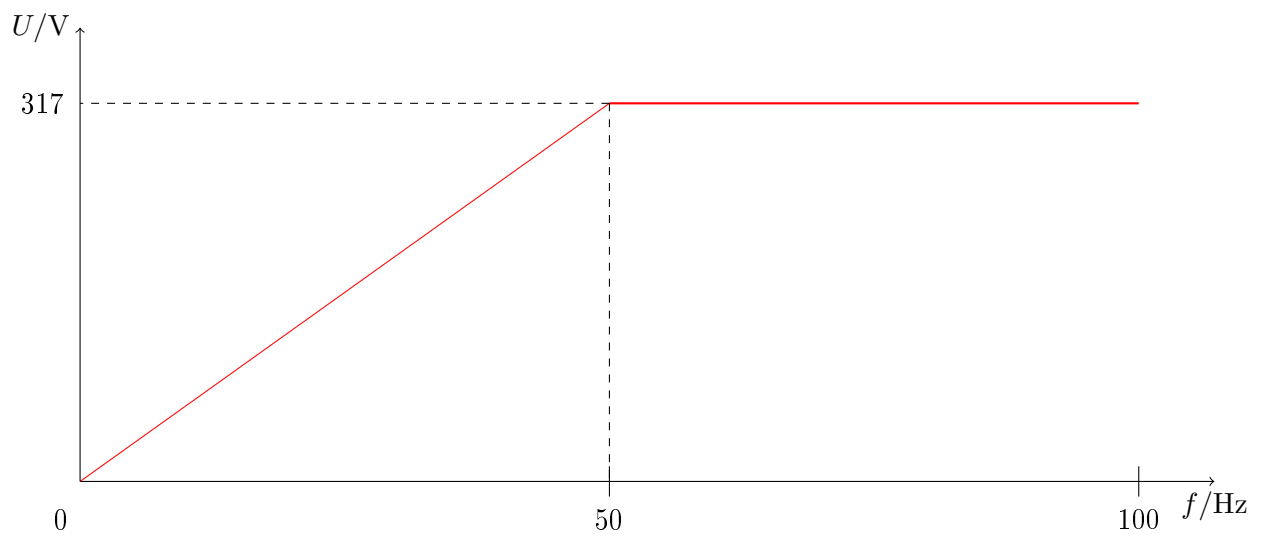

Abbildung 3.1:  $U/f$ -Kennlinie
a) Der Verlauf der  $U/f$ -Kennlinie wird in Abb. 3.1 dargestellt.
a) Da die Kennlinie aus Abb. 3.1 sich auf den Scheitelwert der Statorspannung bezieht, wir aber den Effektivwert der Außenleiterspannung benötigen muss dieser noch durch  $\sqrt{2}$  geteilt und mit  $\sqrt{3}$  multipliziert werden. Als Faktor wird die Steigung der Kennlinie verwendet